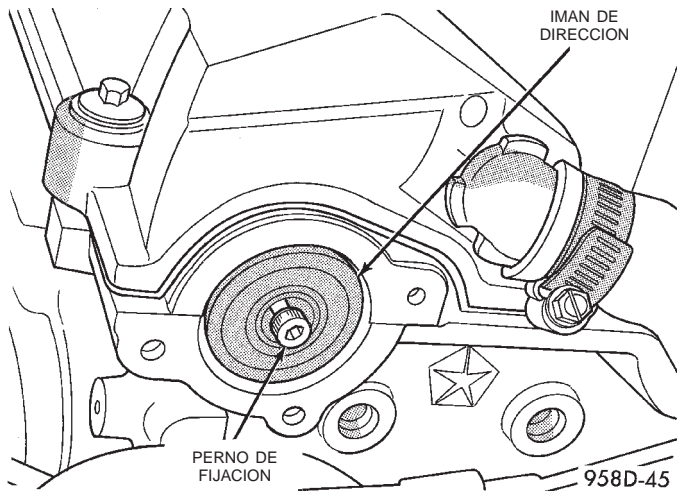

Fig. 43 Desmontaje/instalación del imán de dirección
- (1) Retire el tubo de aire filtrado del cuerpo de mariposa y del cuerpo del depurador de aire.
- (2) Desconecte el conector eléctrico del sensor de posición del árbol de levas.
- (3) Retire los tornillos de instalación del sensor de posición del árbol de levas. Retire el sensor.
- (4) Afloje el tornillo que fija el imán de dirección a la parte posterior del árbol de levas (Fig. 43).